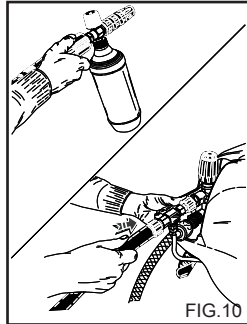

FIG.10
2) Togliere la prolunga dall' impugnatura ed inserire la lancia doppia, la lancia con testina regolabile o il kit spruzzatore detersivo, azionare l' idropulitrice, attivare il comando di aspirazione del detersivo presente sulla lancia (fig. 10 - 12) e cospargere la superficie da lavare agendo dal basso verso l' alto. Lasciare reagire per alcuni minuti.
**APPLICAZIONE KIT ASPIRAZIONE DETERGENTE (Fig. 10). (Accessorio Opzionale)**